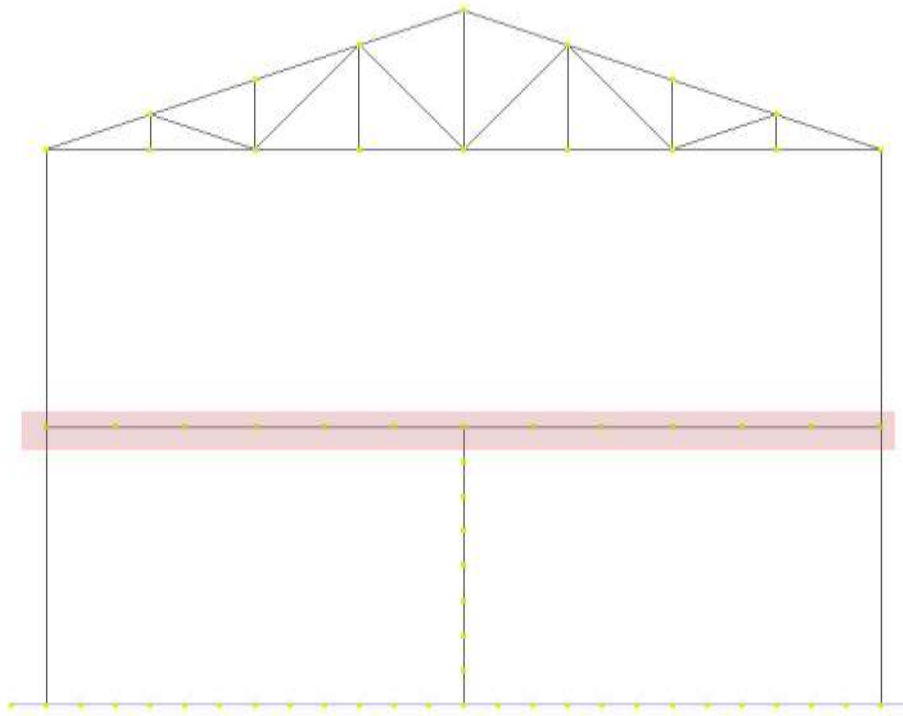

Рис. 3.54 Быстрое выделение плит перекрытия
- Выделите плиты перекрытия, используя клавиши **Shift+Ctrl** (Рис. 3.54), сняв в режиме выбора галочку напротив пункта «**Стержневые элементы**».